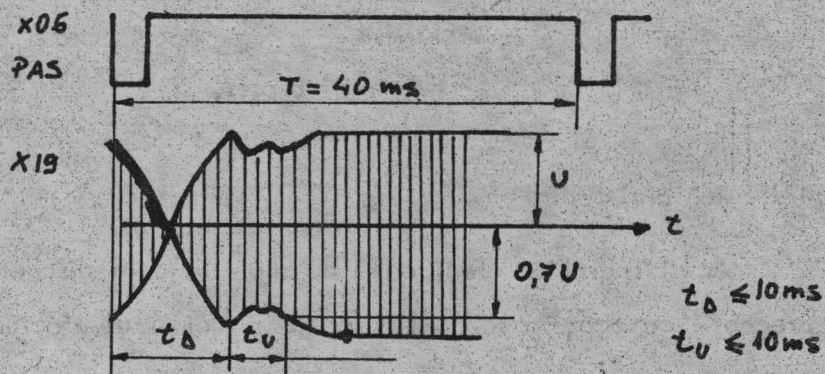

Fig.11. Reglaj timp poziționare.
- se verifică timpul de acces să fie mai mic de 10 ms și timpul de stabilizare a capului să fie mai mic de 10 ms (vezi fig.11).